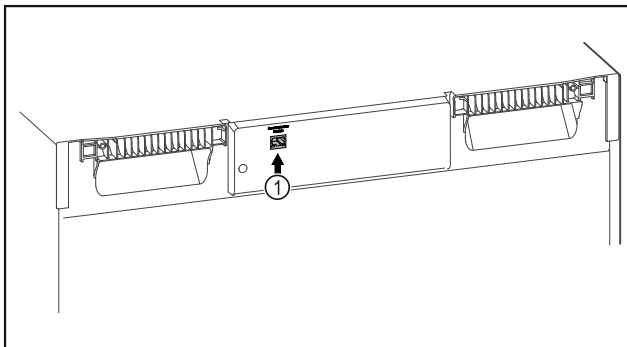

Fig. 94
- Je používán SmartModule Fig. 94 (1).